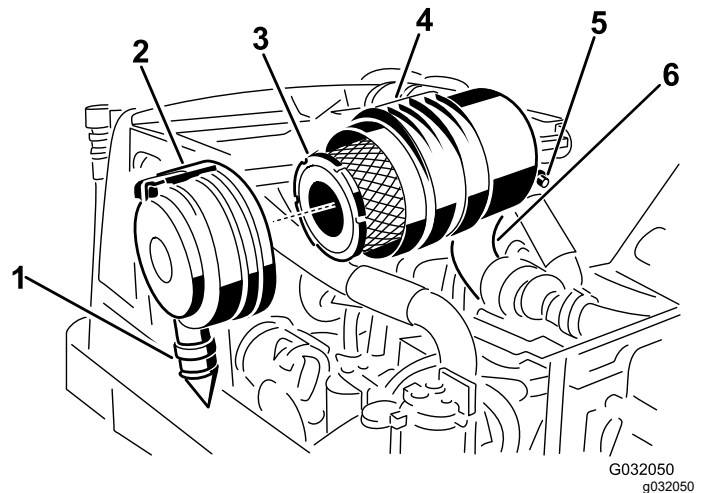

Figure 46
2. Déposez le préfiltre (Figure 46).
3. Remplacez le préfiltre (Figure 46).
puis verrouillez-le en place (Figure 46).